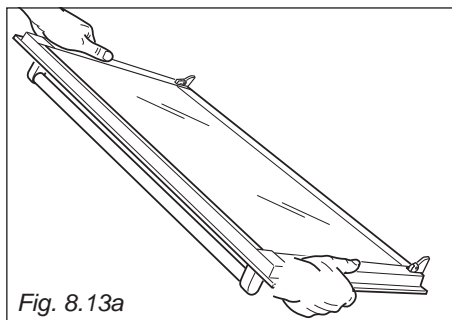

Fig. 8.13a
1. Saisir solidement la porte (fig. 8.13a).